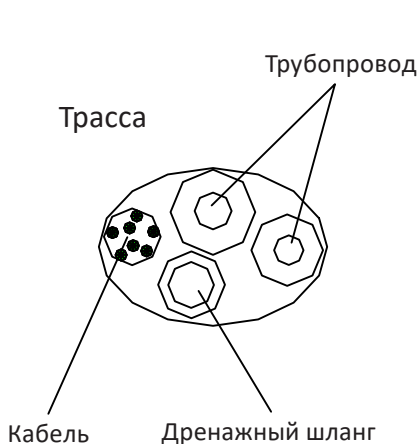

Рис. 1
4. Перед прокладкой трубопровода, дренажного шланга и соединительного кабеля через отверстие в стене необходимо связать их вместе (Рис. 1), чтобы сэкономить место, изолировать и защитить.